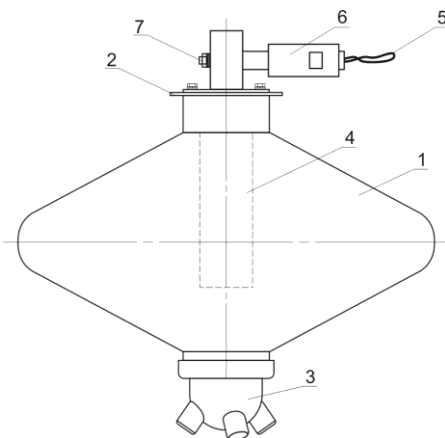

Рис. 2 – Конструкция МПП «Гарант-12КД-ВЗ».
6.6.3. Отвинтить муфту, поз.6 (рис.2), вывинтив из нее гайку на 3-4 витка резьбы.